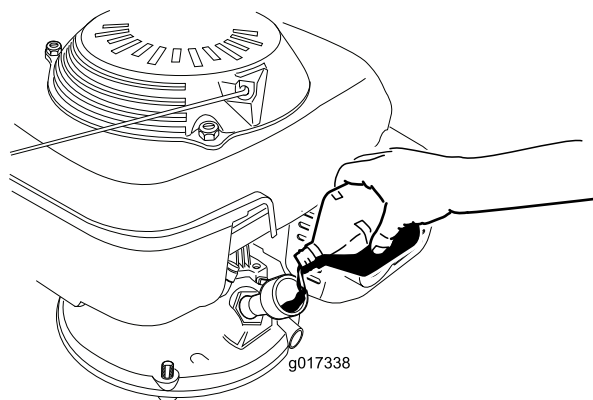

図 7
3. ゆっくりと 補給穴からオイルを入れ、3分間待ってからきれいに拭いたディップスティックを差し込み、但しねじ込まないようにして穴の奥まで入れる（図 7）。